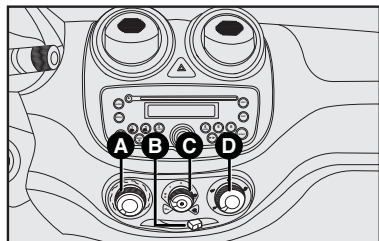

fig. 46
COMANDOS - fig. 46
1) Seletor para a temperatura do ar **A-fig. 46** totalmente posicionado à esquerda.
2) Seletor do ventilador **C-fig. 46** posicionado na velocidade máxima.
3) Seletor de distribuição do ar **D-fig. 46** apontado para ; controlar para que todas as saídas de ar estejam totalmente abertas.
4) Ligar o ar-condicionado apertando o seletor **C-fig. 46**.
baçamento e ativar o condicionador, apertando o seletor **C-fig. 46**.
- 1) Condicionador de ar ligado: seletor **C-fig. 46**.